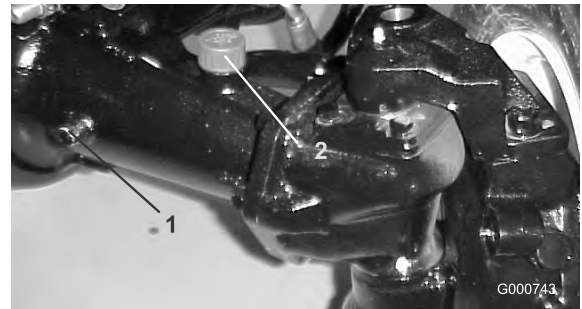

Figura 70
2. Retire un tapón de verificación (Figura 70) de un extremo del eje y asegúrese de que el lubricante llega al borde inferior del orificio. Si el nivel es bajo, retire el tapón de llenado (Figura 70) y añada suficiente lubricante para que el nivel llegue al borde inferior de los orificios de los tapones de verificación.